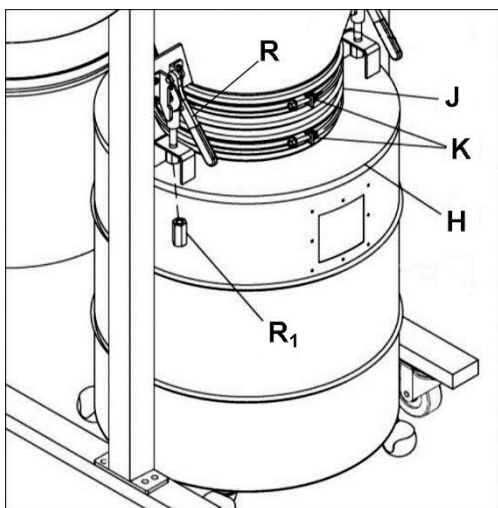

Рис. 12
17. Наденьте шланг (J) на конус воронки и крышку контейнера и зафиксируйте его с помощью 2 хомутов (K), сверху и снизу. См. Рис. 12.
20. Потяните оба рычага быстрого действия (R, Рис. 12) затем присоедините крышку контейнера (H, Рис. 12)
к рычагам. Затяните удлиненную гайку (R₁, Рис. 12) на каждом рычаге.